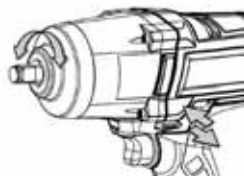

Рис. 2
4. Для обратного хода устройства (см. рис. 2) используйте рычаг переключения прямого и обратного хода на приводном блоке. Направления вращения также указаны на лицевой стороне рукоятки.